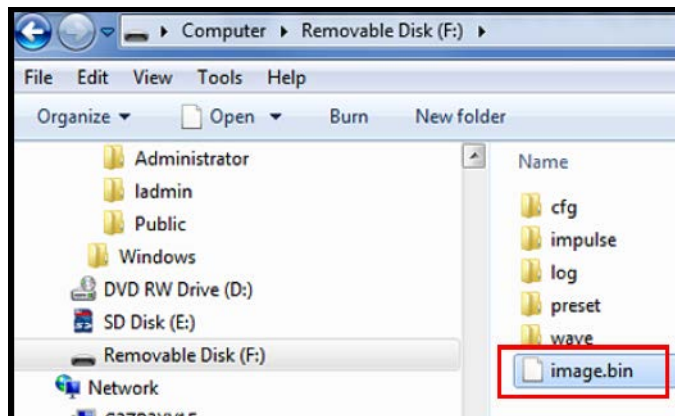

图 105: Image.bin 文件在 PT900 上的位置
**注释：** image.bin 文件应复制到 PT900 的根目录，如下面的图 105 所示。